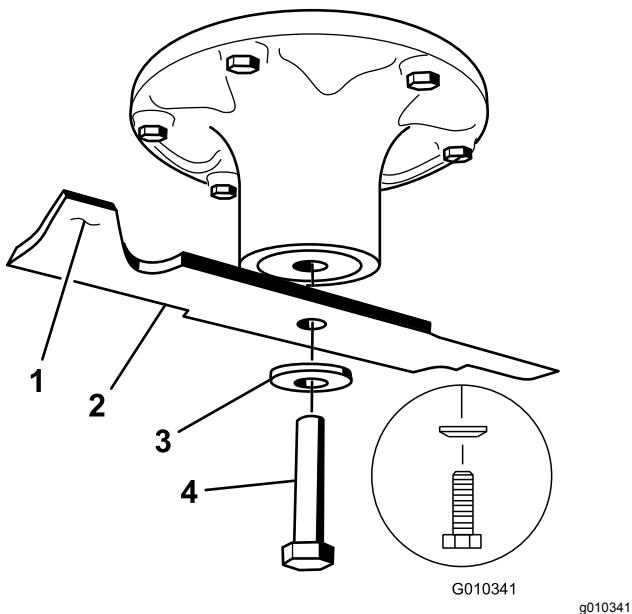

Figura 58
2. Retire del eje el perno de la cuchilla, la arandela curva y la cuchilla (Figura 58).
1. Instale la cuchilla en el eje (Figura 58).
2. Instale la arandela elástica y el perno de la cuchilla, con el cono de la arandela elástica hacia la cabeza del perno (Figura 58).